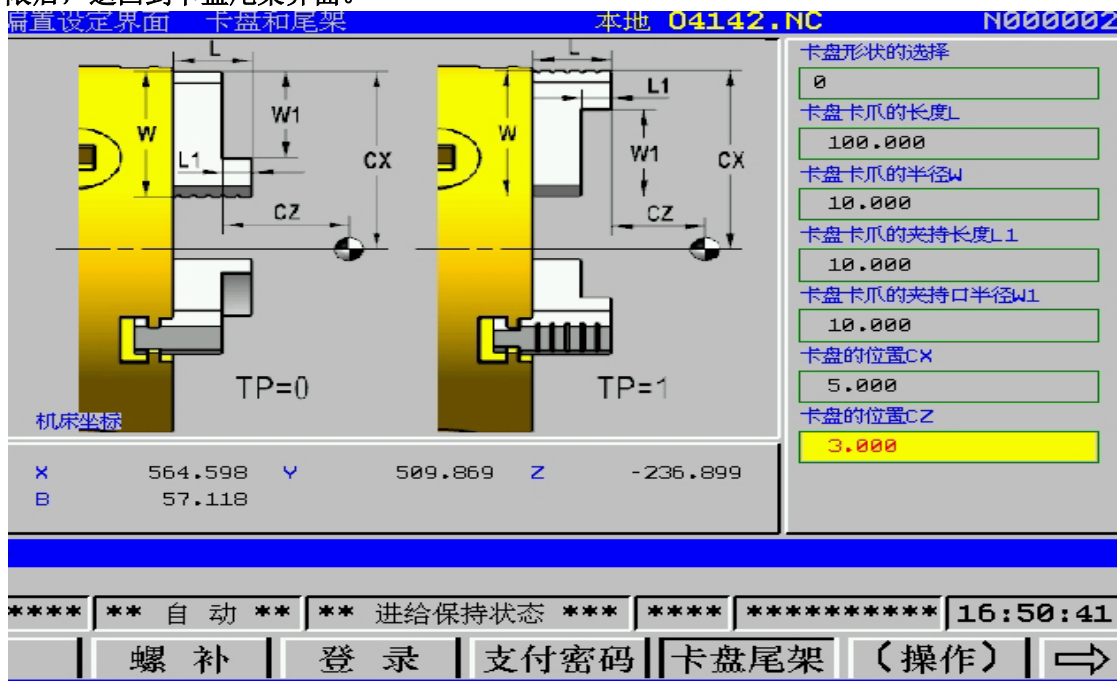

图1卡盘尾架界面图
1、位于按  键----->  ----->[卡盘尾架]，弹出卡盘尾架界面如图 1 所示。要想操作卡盘尾架的功能，首先按  键进入显示页面，按  ----->【登录】键进入登录界面，在登陆界面获得登录权限后，返回到卡盘尾架界面。